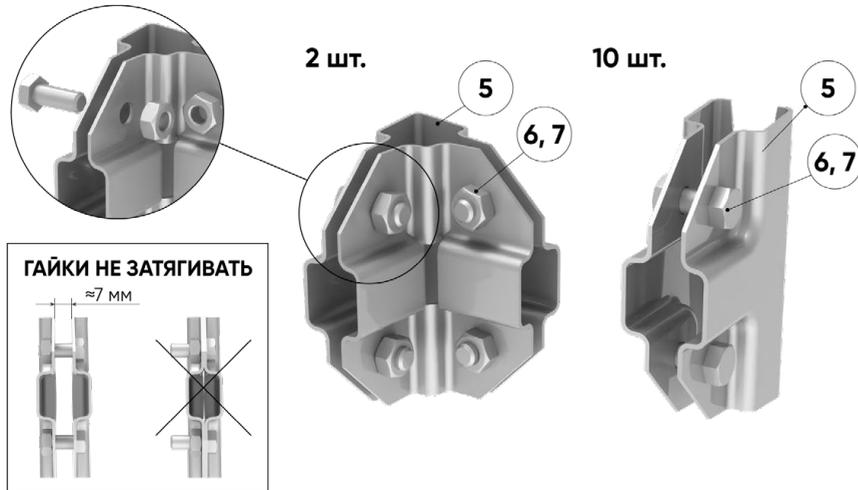

Рис. 3 – Сборка скоб
1. Собрать все скобы. Использовать ключи R13. Гайки наживить, но не затягивать, чтобы была возможность одевать скобы на трубы (Рис. 3).